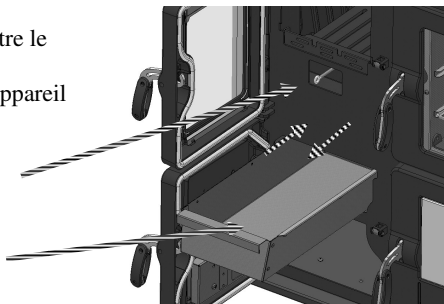

Fig.2
- En agissant sur la poignée grille foyer Fig.2, les cendres résiduelles de combustion vont tomber dans le tiroir des cendres en laissant le foyer toujours «prête » à nouvelle charge de bois en faisant que l'air primaire soit introduite correctement dans le foyer.
- Le tiroir des cendres se trouve sous le foyer, pour y arriver il est nécessaire de ouvrir la porte cendres. Le tiroir cendre doit se vider de résidus de combustible en employant le gant en dotation à l'appareil, quand l'appareil est froid.(Fig. 2)